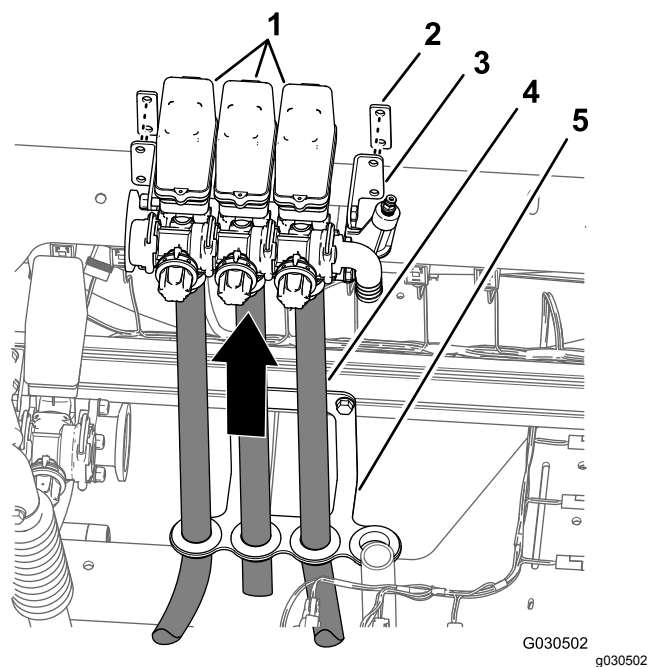

图 65
- 在 3 喷洒臂软管连接至 3 个喷洒臂段阀的情况下将这些阀门小心提出软管导向架然后从机器中拆下阀门和软管图 65。